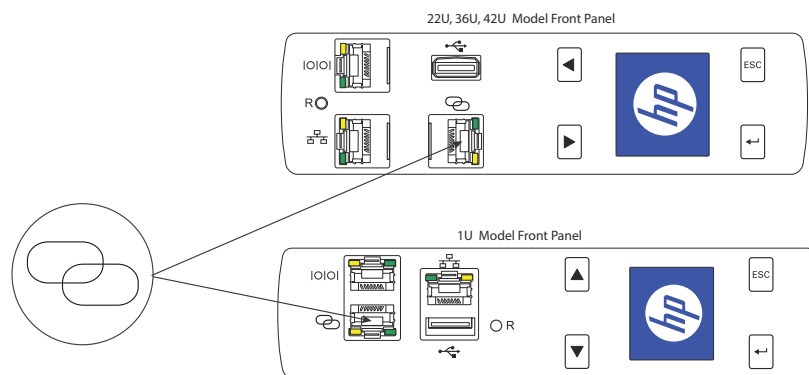

図 12. デジチェーンコネクタの見つけ方
2. ケーブルの一端を PDU 上にあるデジチェーンコネクタに接続します。ケーブルのもう一端を別の PDU 上のデジチェーンコネクタへ接続します。各型番の前方パネルにあるデジチェーンコネクタの場所については、図 12 をご参照ください。